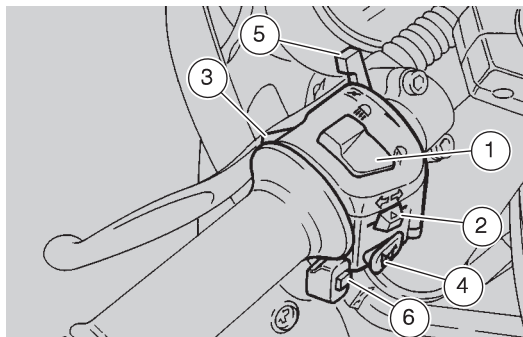

Fig. 5
COMMANDES SUR LE COTE GAUCHE DU GUIDON (Fig.5)
- 4) Poussoir **LAP** (sur le demi-guidon gauche - pos. 6 - Fig. 5)